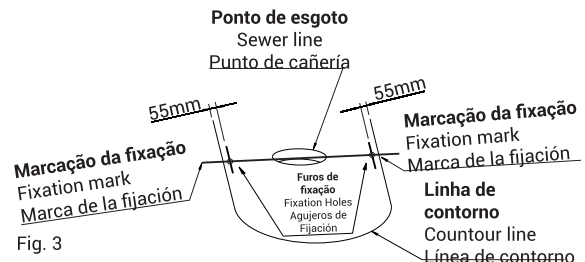

Fig. 3
Posicione a bacia no local de instalação, trace no piso uma linha em todo o contorno da base da louça, marque também no piso a posição dos furos de fixação da bacia (Fig. 3). Retire a bacia e ligue as duas marcações referentes a fixação com uma reta.
With the basin in its installation location, draw a line around the external lateral surface of the basin and mark the flooring according to the center of the fixing holes (Fig. 3). Remove the basin, extend the reference lines to the fitting holes, measure 55mm in the direction of the sewer line and mark the floor (Fig. 4). Drill a hole at the demarcated location with a drill bit of 10mm and insert the S10C bushing (item 1). (Fig. 4).
Posicionar el sanitario en el local de instalación, diseñar una línea en el piso contornando toda la lateral externa del sanitario y marcar el piso de acuerdo con el centro de los agujeros de fijación (Fig. 3).